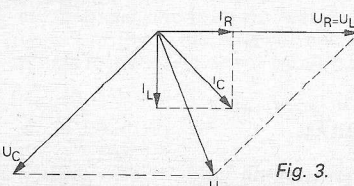

Fig. 3.
a. We tekenen eerst de vector die correspondeert met  $I_R$  (zie fig. 3). De spanning  $U_R$ , die gelijk is aan  $U_L$ , is in fase met  $I_R$  en is groot  $I_R \times R = 30 \text{ V}$ . De stroom  $I_L$  is in fase  $90^\circ$  achter t.o.v.  $U_L$  en is in grootte gelijk aan  $I_R$  (immers  $R = \omega L$ ). De som van  $I_R$  en  $I_L$  levert  $I_C$ . De spanning  $U_C$  is in fase  $90^\circ$  achter t.o.v.  $I_C$ . De grootte van  $U_C$  is  $I_C/\omega C = 30\sqrt{2} \text{ mA} \times \frac{3}{4} \text{ k}\Omega = 22,5\sqrt{2} \text{ V}$ . De som van  $U_R$  en  $U_C$  levert de voedingsspanning  $U$ . Als grootte hiervan vinden wij uit de figuur 24 V.